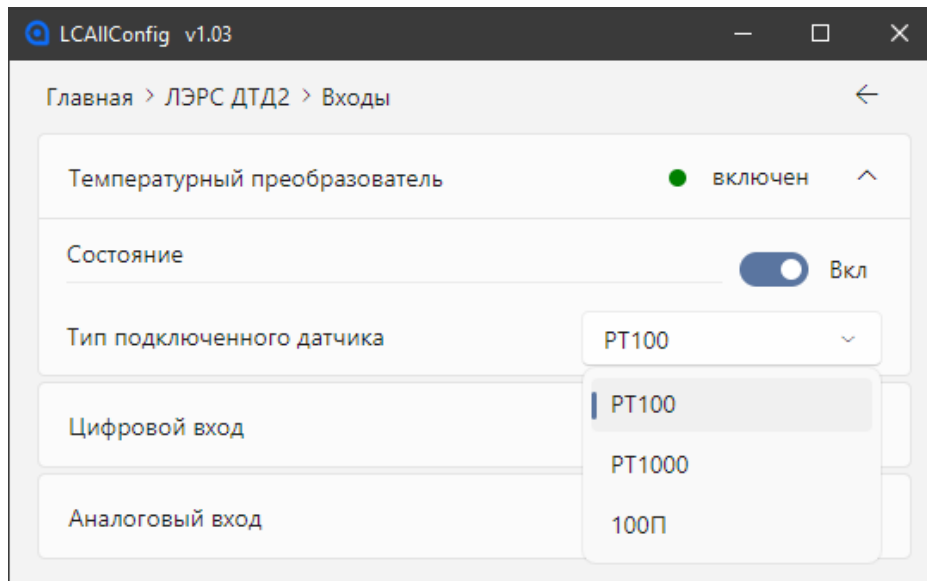

Рисунок 4.2. Утилита LCAIConfig – Настройка датчика температуры
3.1 Датчик температуры – настраивается НСХ датчика: Pt100 / Pt1000 / 100П (рис. 4.2).